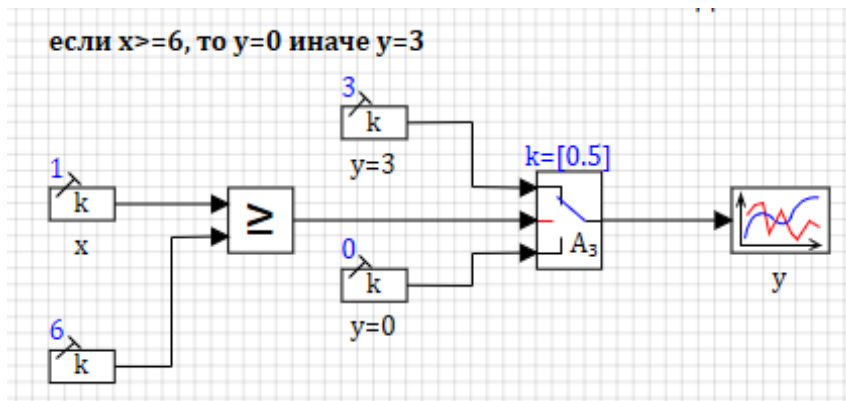

Рисунок 3.9 – Схема №6
6.1 Соберите и промоделируйте расчетную схему (рисунок 3.9), реализующую логическое выражение: